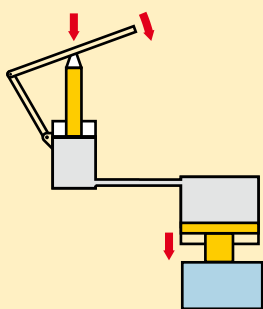

Abbildung 1
1.1 Ein einfacher hydraulischer Spann-Mechanismus (Abbildung 1).